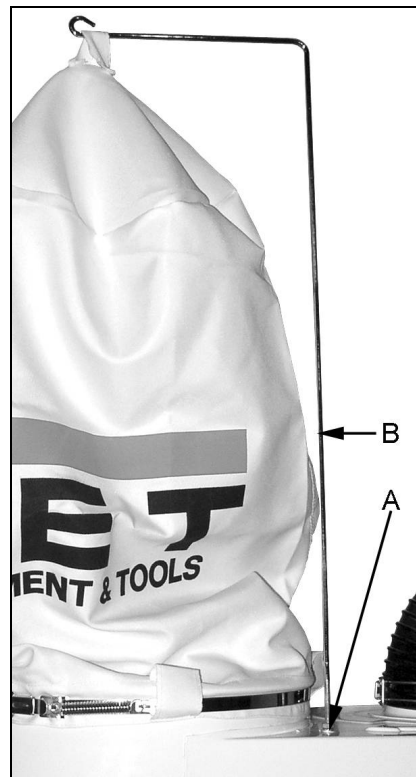

Fig 8
Fixer le sac de filtrage sur le crochet (B Fig 8) avec l'écrou M6, une rondelle élastique ondulée et la rondelle (A).